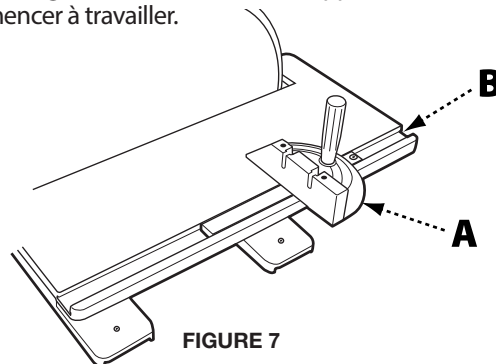

FIGURE 7
La plupart des travaux accomplis avec la ponceuse à disque de 30,5 cm DELTA^{MD} sont généralement réalisés en se servant de la table comme support. Pour un ponçage précis de surfaces inclinées ou de bois de bout, comme indiqué à la Figure 7, votre disque de ponçage est accompagné d'un guide à onglets ajustables (A) et d'une rainure en « T » de 0,95 cm par 1,90 cm (B) usinée dans la table. Pour utiliser le guide à onglets fourni pour les surfaces inclinées ou de bois de bout, procédez comme suit :